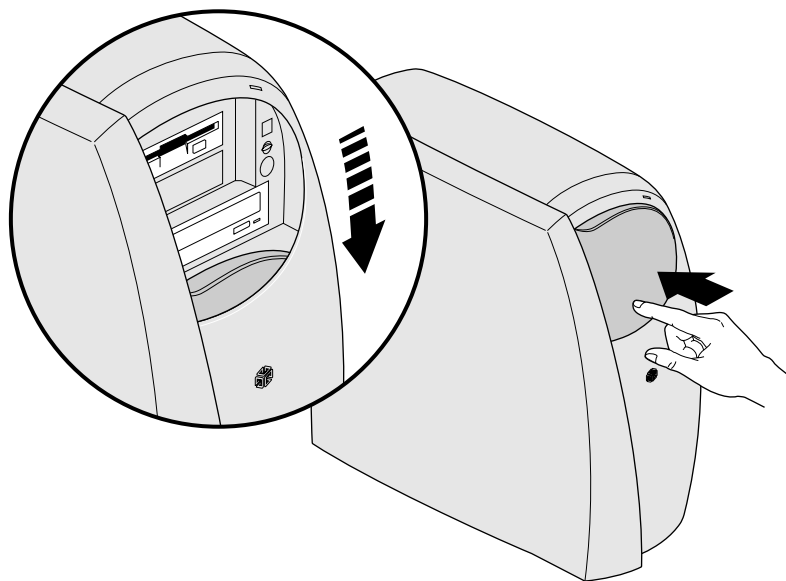

Figura 1-8 Apertura del pannello scorrevole frontale
- Per aprire il pannello scorrevole frontale, esercitare una leggera pressione nella parte inferiore del pannello, come illustrato nella Figura 1-8.
2. Aprire il pannello scorrevole frontale del sistema esercitando una leggera pressione nella parte inferiore del pannello, come illustrato nella Figura 1-8.
3. Se non è già aperto, aprire il pannello scorrevole frontale del sistema esercitando una leggera pressione nella parte inferiore (Figura 1-8).
1. Esercitare una leggera pressione sul pannello frontale scorrevole per aprirlo (vedere la Figura 1-8).